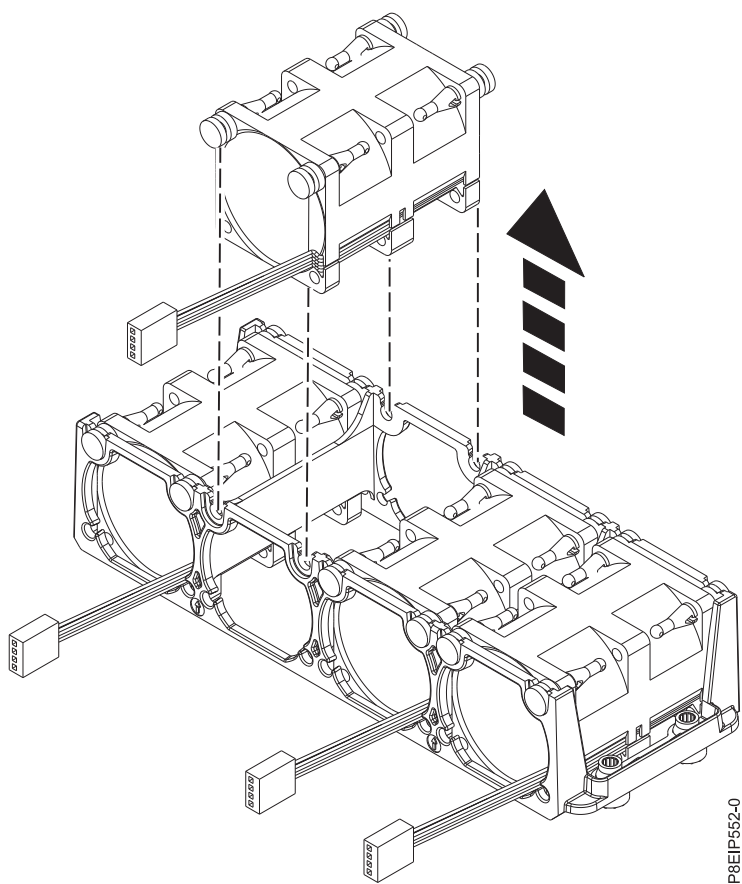

図 17. ファンの取り外し
3. ホルダーからファンを押し上げます (22 ページの図 17 を参照)。